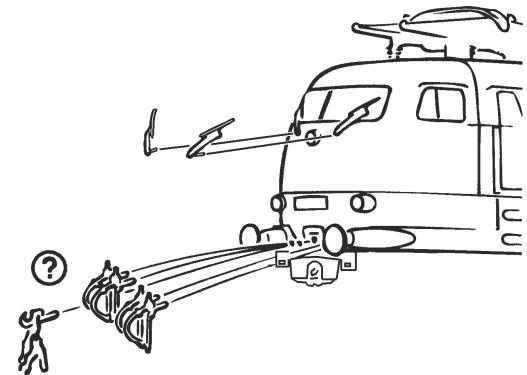
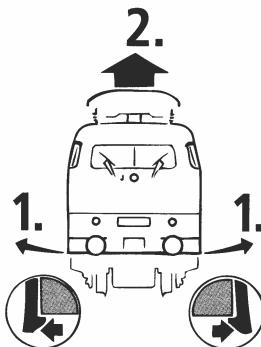

Fig. 3
Fig. 4
1. Reinigung der Radstromkontakte: Radstromkontakte können auf unsauberer Schienen leicht verschmutzen. Bitte **entfernen Sie vorsichtig** mit einem kleinen Pinsel den Schmutz an den in Fig. 7 gekennzeichneten Stellen. Dazu zuerst den Getriebedeckel abnehmen (Fig. 4).
2. Schmierung: Versehen Sie die im Schmierplan in Fig. 8 gekennzeichneten Stellen mit nur **kleinen Öltröpfen**. Dazu zuerst das Lokgehäuse abnehmen (Fig. 3). Wir empfehlen den **ROCO-Öler** Art. Nr. **10906**. Zur Schmierung der Getriebeteile (Zahnräder, Schnecke - Fig. 4) empfehlen wir das **ROCO-Spezialfett 10905**. Im Falle der Schmierung diese Teile bitte nicht ölen.
3. Haftreifenwechsel: Zuerst den Getriebedeckel abnehmen (Fig. 4). Danach den Radsatz herausnehmen und den **Haftreifen** mit einer Nadel oder einem feinen Schraubendreher abziehen (Fig. 10 bzw. 7). Beim Aufziehen des neuen Haftreifens bitte darauf achten, dass dieser sich **nicht verdreht**.
4. Kohlebürstenwechsel: Lokgehäuse abnehmen (Fig. 3). Danach wird der **Motor ausgebaut** und die **Kohlebürsten ausgewechselt** (Fig. 9).
N'appliquez **qu'une tout petite goutte** aux endroits indiqués par le plan de graissage (fig. 8) après avoir démonté le couvercle du carter des engrenages (fig. 6). Nous vous recommandons le **graisseur à huile ROCO réf. 10906**. Pour graisser les engrenages (roues dentées, vis sans fin - fig. 4) nous vous conseillons la **graisse spéciale Roco réf. 10905** pour engrenages en matières synthétiques. Lorsque vous utilisez cette graisse il faut éviter d'huiler ces composants.
3. Échange des bandages d'adhérence: Démontez d'abord le couvercle du carter des engrenages (fig. 4). Délogez ensuite les essieux bandagées et enlevez, à l'aide d'une aiguille ou d'un tourne-vis fin les bandages d'adhérence (fig. 10 bzw. 7). Lors du montage des nouveaux bandages veuillez veiller à ce que les bandages **ne soient pas tordues**.
4. Remplacement des balais du moteur: Démontez la caisse (voir fig 3). Démontez ensuite le moteur et échangez le balais (fig. 9).
2. Lubrication: Apply **tiny oil drops** to spots marked in fig. 8. Prior to lubrication dismantle locomotive (fig. 3). We recommend using item no 10906, **Roco oiler**. For lubrication the gear-parts (e.g. cog-wheels, worm - fig. 4) we would recommend our **Roco special grease** (item No. 10905).
3. Change of traction tyre: Remove **gear cover** (fig. 4). Take out **wheel set** and remove **traction tyre** using a pin or a fine screwdriver (fig. 10 bzw. 7). When pressing on the new traction tyre please **avoid twisting it**.
4. Carbon Brush Changing: First **remove** loco body (fig. 3), and then the **motor** (fig. 9).
voir } Fig. 3